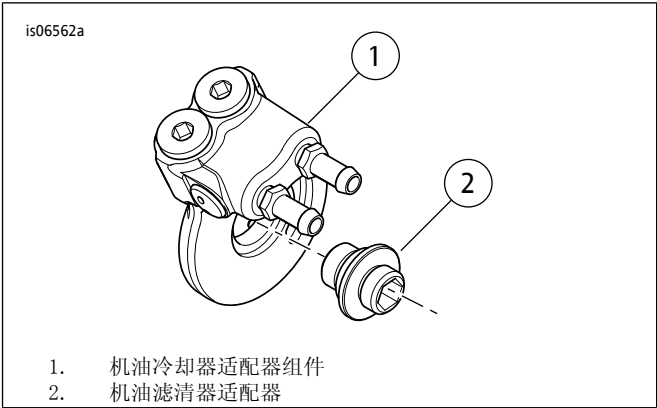

图4 。安装机油冷却器适配器组件
4. 参见图4。安装机油冷却器适配器(1)和机油滤清器适配器(2)。将机油滤清器适配器拧紧至16.3-21.7 N·m (12-16 ft-lbs)。